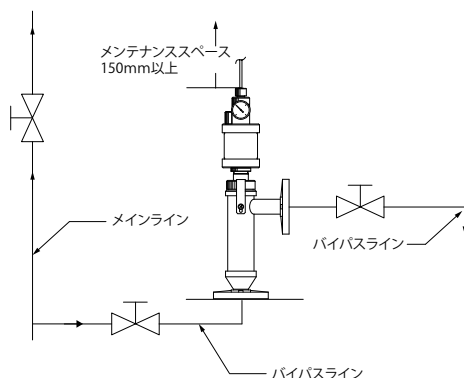

図 2
- ・測定液中に浮遊物が多いときには、ホルダ流入側にストレーナを設けてください。【図 2】参照してください。